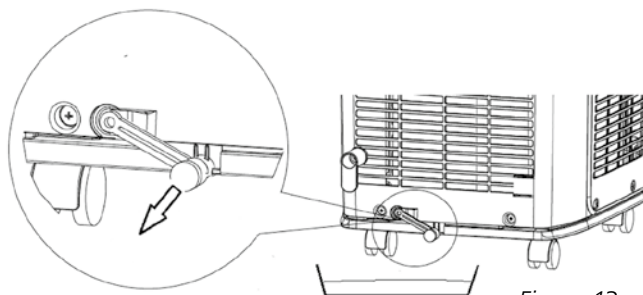

Figura 13
- 4 Extraiga el tapón de goma del desagüe y deje que salga el agua ( $\pm 0,5$  L), figura 13.